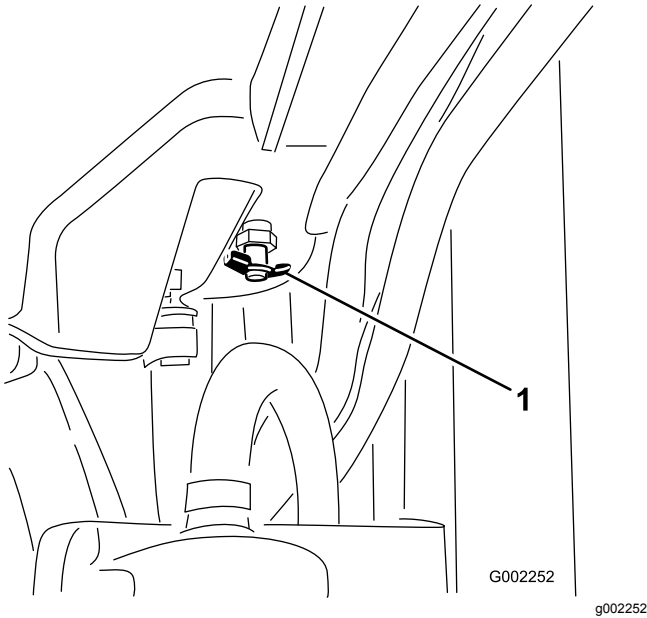

Figure 83
4. Ouvrez le robinet de vidange et vidangez le liquide de refroidissement dans le bac (Figure 83).
5. Fermez le robinet de vidange (Figure 83).